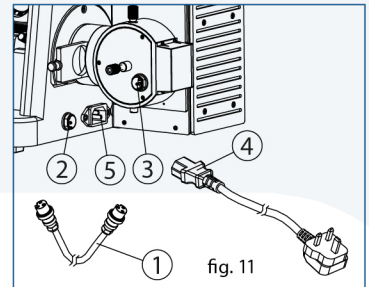

fig. 11
2. (Fig. 11) Insertar un lado del cable (1) en el enchufe eléctrico redondo (2) y atornillar
3. Conectar el otro lado del cable (1) al enchufe (3)
4. Insertar un lado del cable de alimentación (4) en el microscopio (5), y el otro extremo del cable al enchufe de corriente eléctrica